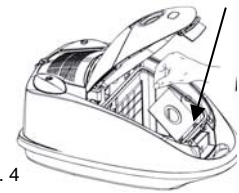

Fig. 4
3. Sostenga la bolsa HEPA con la mano y deslícela entre las ranuras del soporte de la bolsa. (Fig. 4)